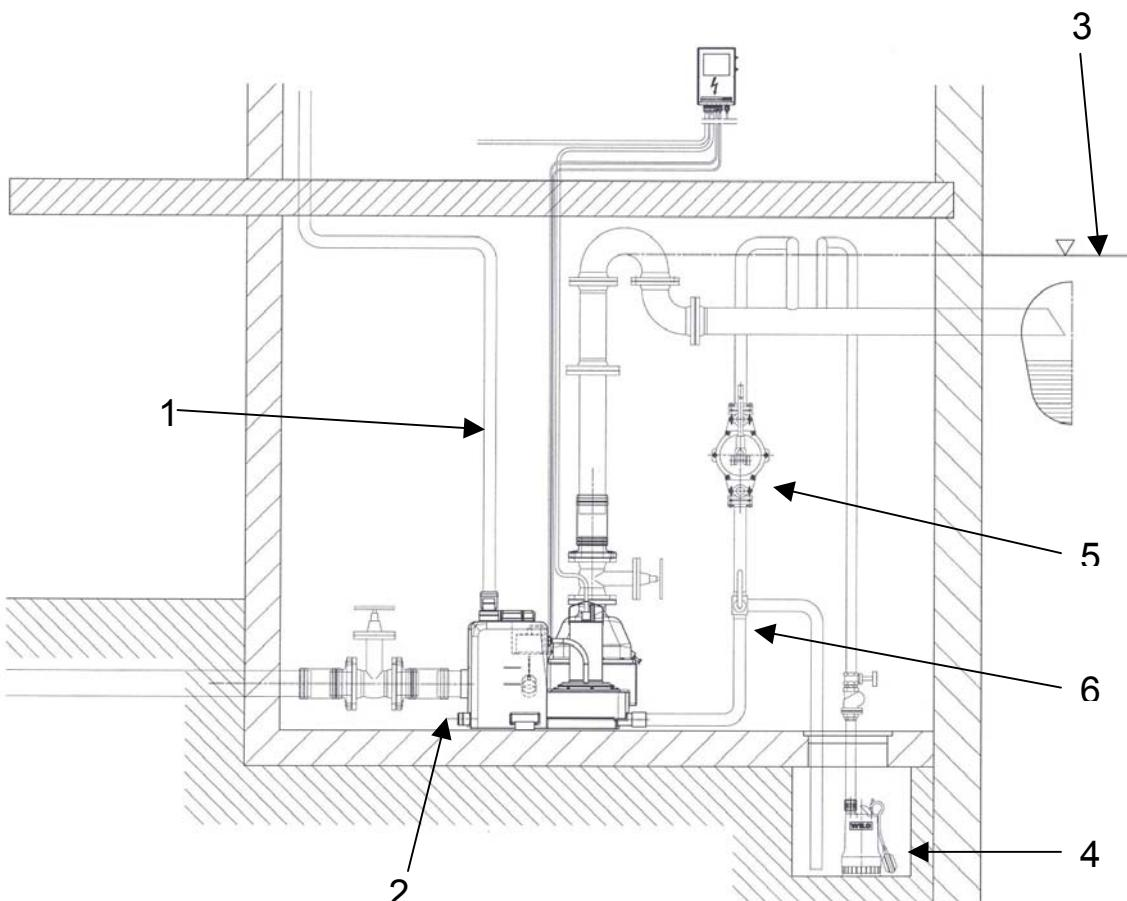

Рис. 10. Пример монтажа
- На подводящем трубопроводе, перед резервуаром, также как и на напорном трубопроводе, за обратным клапаном, согласно стандарта EN 12056-4 необходимо устанавливать запорную задвижку (Рис. 10).
Для защиты от возможного обратного течения жидкости из сборного канала через напорный трубопровод, он должен иметь вид "петли", нижняя кромка которой должна быть выше уровня обратного подпора (уровень земли) (Рис. 10).
Для автоматического отведения воды с места расположения установки необходимо наличие дополнительного приямка согласно EN 12056-4 (Рис. 10).
- Насос (Рис. 10) должен выбираться так, чтобы исключить возможность наводнения подвала. Размеры приямка минимум 500 x 500 x 500 мм.